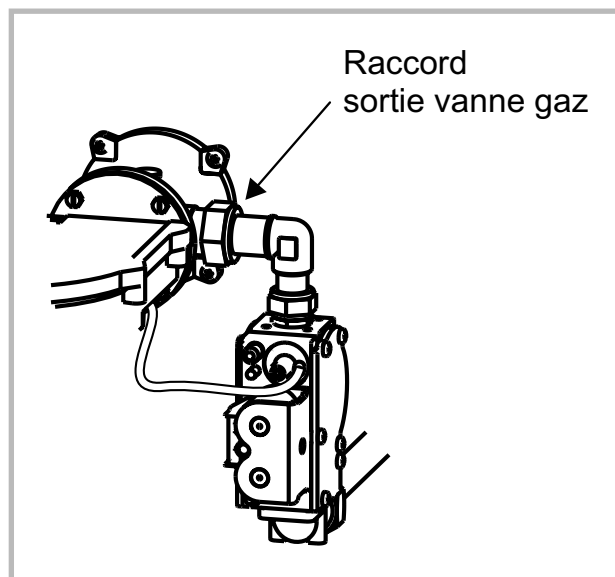

Figure 19 - Accès au diaphragme
- Démontez le raccord à la sortie de la vanne gaz (fig. 19).